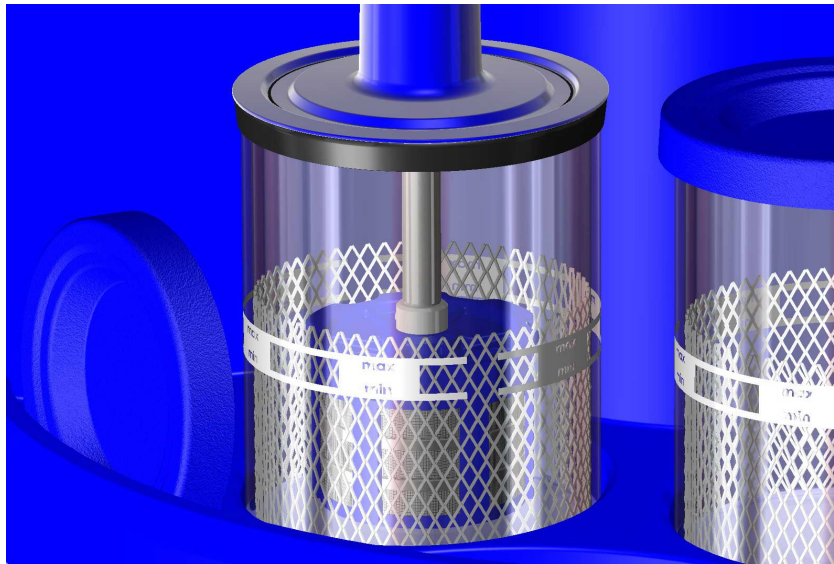

Abb. 3.8.5. Reinigungs-/Spülposition (untere Position)
- Untere Position: (im Medienbehälter – in der Reinigungs-/Spülflüssigkeit) Reinigungs-/Spülposition (Abb. 3.8.5.).